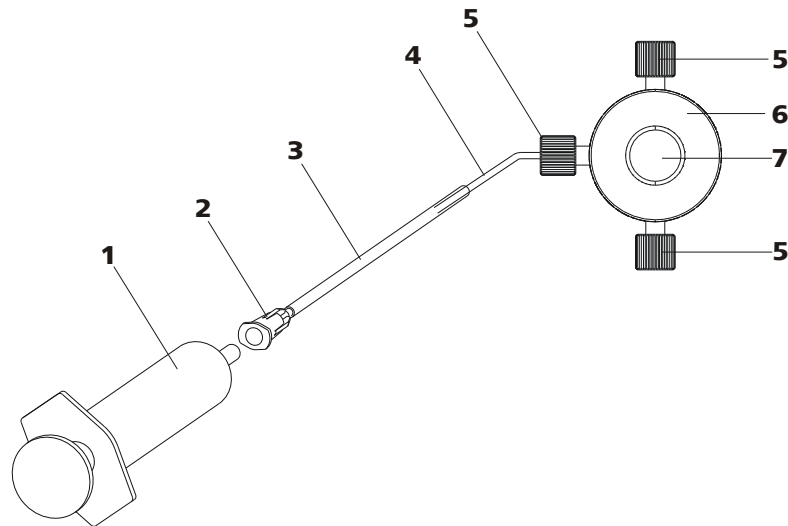

Figura 15 Purgar la bomba de alta presión
Purgue la bomba de alta presión como se indica a continuación (véase Figura 15, página 30):
- Inserte la jeringa (15-1) en el conector Luer (15-2) de la cánula de purga (véase Figura 15, página 30).